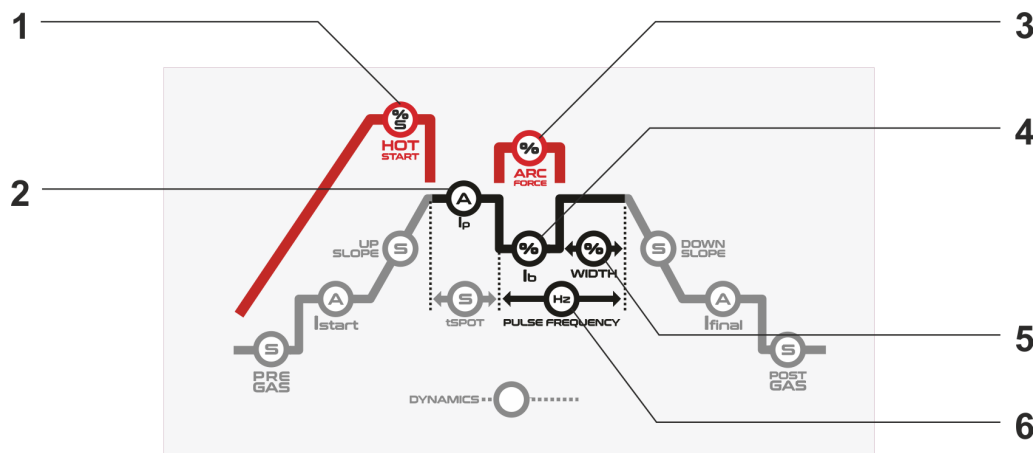

Fig. 1 – Parâmetros MMA
- Ajustar o valor de corrente (Fig.1 - 2), de acordo com a seguinte tabela:
- Hot Start (Fig.1 - 1) - Para forçar a ignição de arco, ajustar a percentagem de hot start em relação à corrente principal e/ou o tempo (segundos).
- Arc Force (Fig.1 - 3) - Para evitar a colagem do eléctrodo à peça a soldar durante a soldadura, ajuste a percentagem, de arc force em relação à corrente principal.
- Ib (Fig.1 - 4) - ajustar a corrente de base em percentagem da corrente principal.
- WIDTH (Fig.1 - 5) - ajustar a largura da corrente de pico (principal) 10% a 90%.
- PULSE FREQUENCY (Fig. 1 - 6) - ajustar a frequência de pulsado em Hertz.
- Para guardar um programa de soldadura, ajustar os parâmetros e premir tecla (Fig.1 - 10) até o led P acender. Depois premir o botão de seleção/regulação de parâmetros durante 2 segundos até o display digital mostrar P1. Seguidamente, girar o botão de seleção/regulação de parâmetros para o número de programa desejado. Finalmente, premir o botão de seleção/regulação de parâmetros até que o display digital mostrar MEM.
- Para aceder a um programa: Premir tecla (Fig.1 - 10) até o led P acender. Seguidamente, girar o botão de seleção/regulação de parâmetros para o número de programa desejado. Espere 2 segundos e o seu programa está disponível.